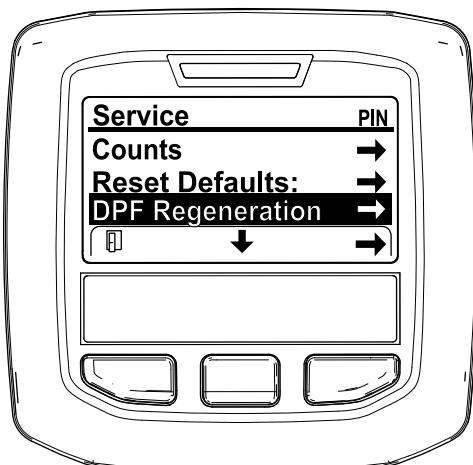

Figura 27
3. En el menú SERVICE (Servicio), pulse el botón del medio hasta que aparezcan las opciones de DPF REGENERATION (Regeneración de DPF) y pulse el botón derecho para seleccionar la opción DPF REGENERATION (Regeneración de DPF) (Figura 27).